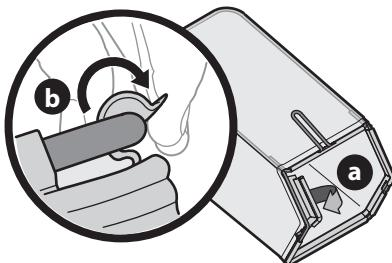

Figure 12
- Procédez comme suit pour assembler le sac à herbe. Voir Figure 12.